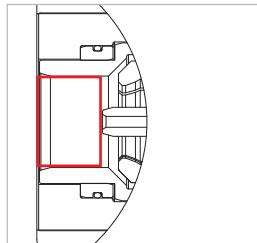

Figure 20
- ▶ Avant de mesurer le taux de fuite, il est impératif de rincer les parties suivantes du produit WEH® à l'air comprimé ou à l'azote (*Figure 20*) :
- l'intérieur de la douille de guidage (pos. 1)